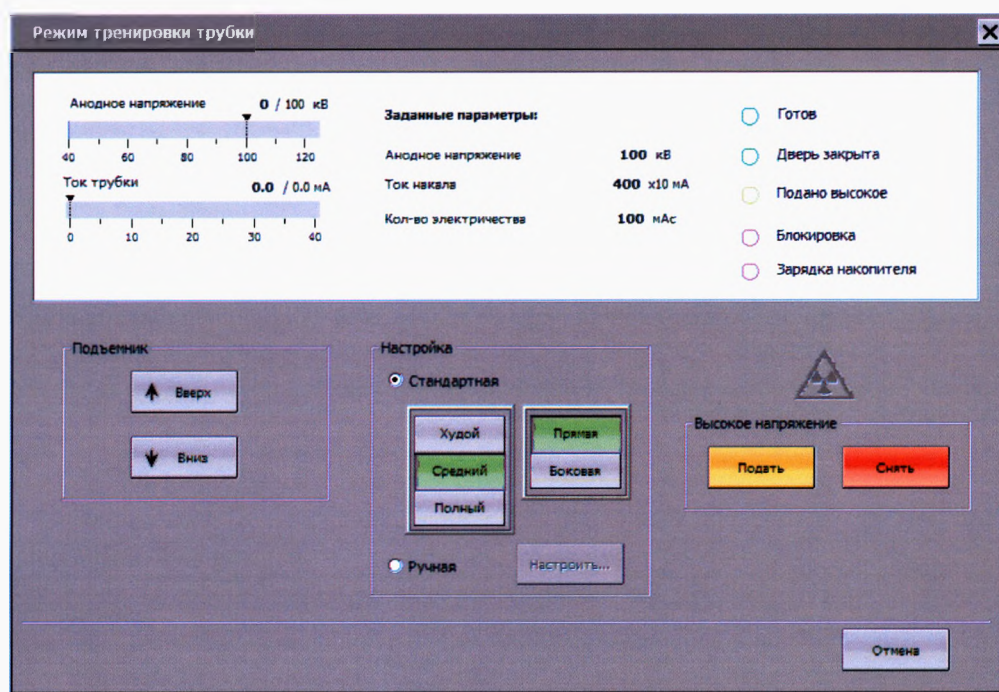

Рисунок 10 - Диалог режима тренировки трубки
7.2.1 В меню «Сервис» выбрать пункт «Тренировка трубки». При этом на экран будет выведено окно режима тренировки трубки (см. Рис. 10).